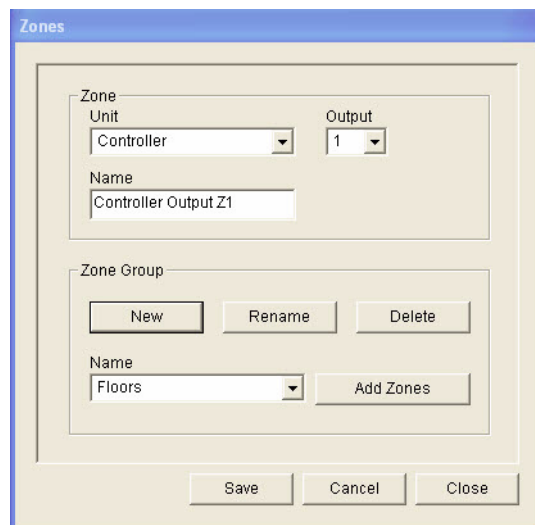

Figura 4.6 Nuevo grupo de zonas (paso 2)
5. Haga clic en el botón Cerrar (Close) para cerrar la ventana de propiedades Añadir zonas (Add zones). La ventana de propiedades de zonas vuelve a aparecer (consulte un ejemplo en *Figura 4.6*).